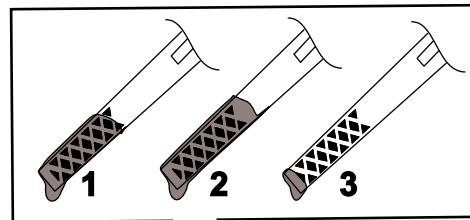

Figure 5
5. Sortez de nouveau la jauge et vérifiez le niveau d'huile (Figure 5).
2. Retirez la jauge (Figure 5) et versez de l'huile dans le tube de remplissage pour remplir le carter moteur aux 3/4.